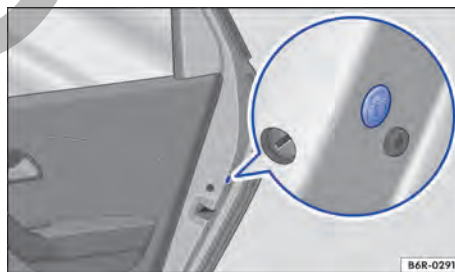

Fig. 55 En la puerta trasera: cierre de emergencia, cubierto por una junta de goma.
- Retirar el burlete de goma  en la lateral de la puerta → fig. 55.